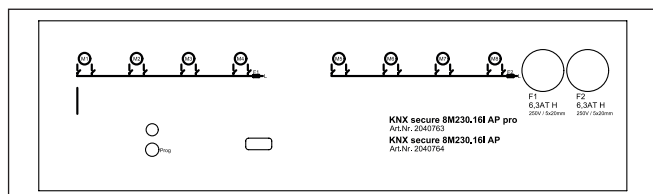

Abb. 2 Ansicht Tastenfeld
Hierfür steht sowohl in der App als auch auf dem Tastenfeld eine Prog-Taste zur Programmierung und eine Anzeige-LED zur Verfügung (siehe Abb. 2).
- Drücken Sie die Programmierertaste in der App oder am Gerät (Abb. 2), um das Gerät in den Programmiermodus zu versetzen. Bei aktiviertem Programmiermodus leuchtet die rote LED. Die Programmierung erfolgt durch die ETS am PC. Diese Software beendet den Programmiermodus automatisch. Die rote LED erlischt.